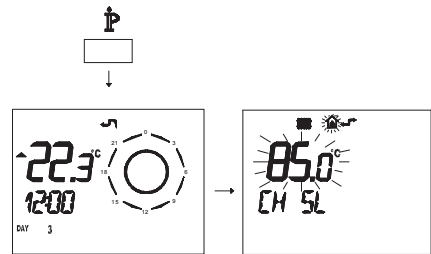

Figura 5.35
un **K 1,5** è illustrato nella Figura 5.35.
- Premere per più di 3 secondi il pulsante  $\text{P}$  per entrare in modalità **INFO** (Figura 5.35).